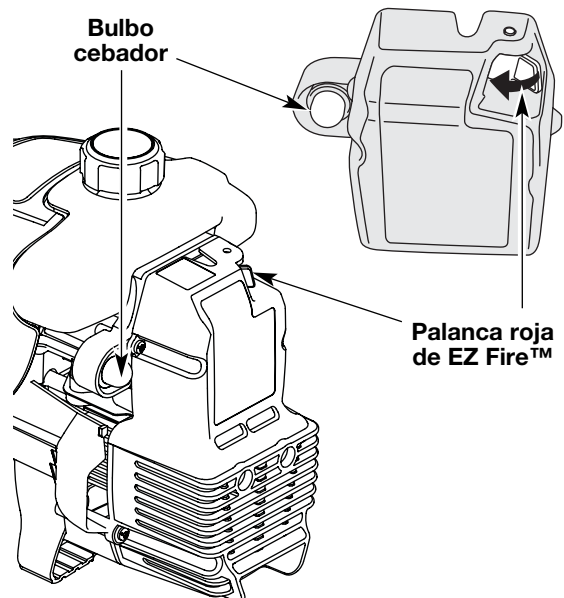

Fig. 4
3. Oprima completamente el cebador y suéltelo 10 veces. Hágalo lentamente. Se deberá ver un poco de **combustible en el cebador** y en las tuberías de alimentación de combustible (Fig. 4). Si no puede ver el combustible en el cebador, oprímalo y suéltelo tantas veces como sea necesario hasta que vea combustible en el mismo.
4. **Empuje la palanca roja de EZ-Fire™ hacia la primera bombilla** hasta que haga un clic y quede trabada en su lugar (Fig. 4).